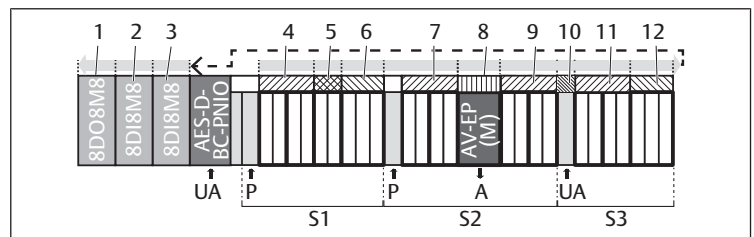

Fig. 9: Numérotation des emplacements dans un îlot de distribution avec modules E/S
La numérotation des emplacements commence à droite, à côté du coupleur de bus (AES-D-BC-PNIO) dans la plage de distributeurs, avec la première platine pilote de distributeurs, et continue jusqu'à la dernière platine pilote de distributeurs à l'extrémité droite de l'îlot de distribution (emplacements 1 à 9 → Fig. 9). Les platines de pontage ne sont pas prises en compte. Les platines d'alimentation et les platines de surveillance UA-OFF occupent un emplacement (emplacement 7 → Fig. 9).
La numérotation se poursuit dans la plage E/S (emplacements 10 à 12 → Fig. 9) où, à partir du coupleur de bus, elle continue vers la gauche jusqu'à l'extrémité gauche.
L'exemple présente un îlot de distribution doté des propriétés suivantes. Voir → Fig. 9.
**i** La configuration décrite dans ce chapitre se rapporte à l'exemple → Fig. 9.